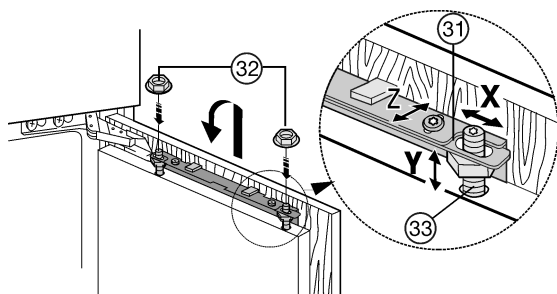

Fig. 27
- Suspendre la porte du meuble sur lestenons d'ajustement Fig. 27 (33) et visser légèrement les contre-écrous Fig. 27 (32) sur les tenons d'ajustement.
- Aligner la porte de placard en hauteur et en inclinaison latérale : Régler les boulons d'ajustage Fig. 27 (33) à l'aide d'un tournevis.
- Serrer les contre-écrous Fig. 27 (32).